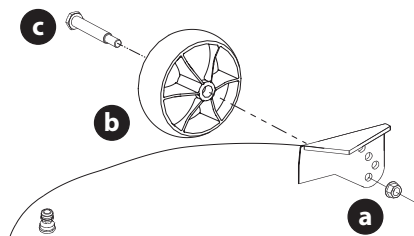

Fig. 11
- Retirez le l'écrou de blocage (a) la roulette de terrage (b) et la vis à épaulement (c) du plateau (Fig. 11).